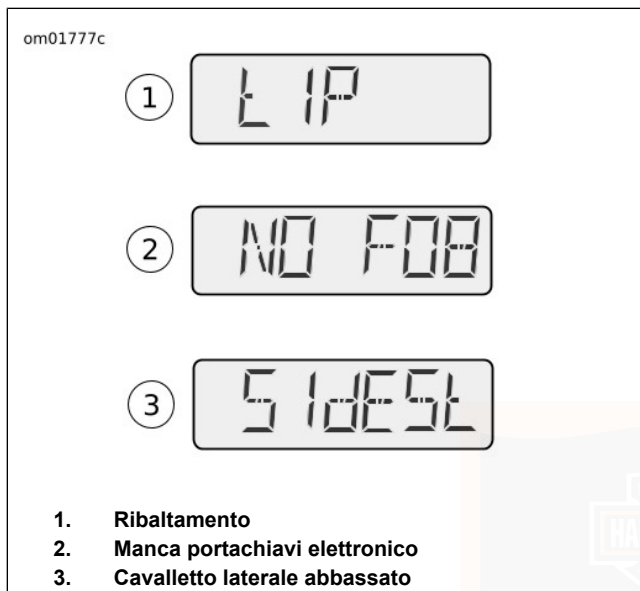

Figura 9. tIP, NO FOB e Side StAnd
Vedere Figura 9. Qualora la motocicletta dovesse ribaltarsi, la parola “tIP” (1) appare nella finestra del contachilometri. Non sarà possibile avviare il motore finché non si sia annullata la segnalazione.
Vedere Figura 9. Se la motocicletta è dotata di sistema di sicurezza e la si avvia senza il portachiavi elettronico, la finestra del contachilometri visualizzerà “NO FOB” (senza portachiavi elettronico) (2) non appena inizia a muoversi. La visualizzazione dura per 10 secondi per ricordare di recuperare il portachiavi elettronico.
Vedere Figura 9. Sui modelli internazionali (HDI), se nella motocicletta viene inserita una marcia mentre il cavalletto è giù, viene visualizzato il messaggio “SidEstAnd” (cavalletto laterale) (3). Vedere COMANDI E SPIE > INTERBLOCCO DEL CAVALLETTA: MODELLI PER IL MERCATO INTERNAZIONALE (Pagina 62).